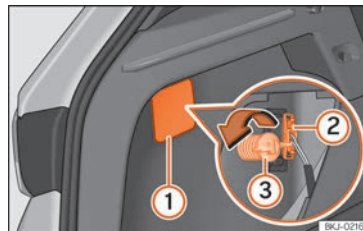
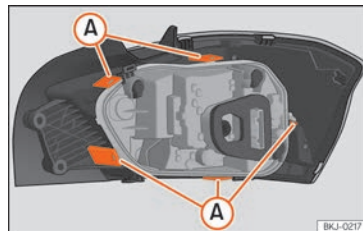

Fig. 60 Maletero: acceso al tornillo de fijación de la unidad de luz trasera.
Fig. 61 Lengüetas de fijación en la parte posterior de la unidad de luz trasera.
- Retire la tapa haciendo palanca con el lado plano de un destornillador en el rebaje »» **fig. 60 ①**.
- Extraiga el conector de la lámpara **②**.
- Desenrosque con la mano o con ayuda de un destornillador el tornillo de fijación del piloto **③**.
- Desmonte el portalámparas desbloqueando las lengüetas de fijación »» **fig. 61 A**.
① CUIDADO